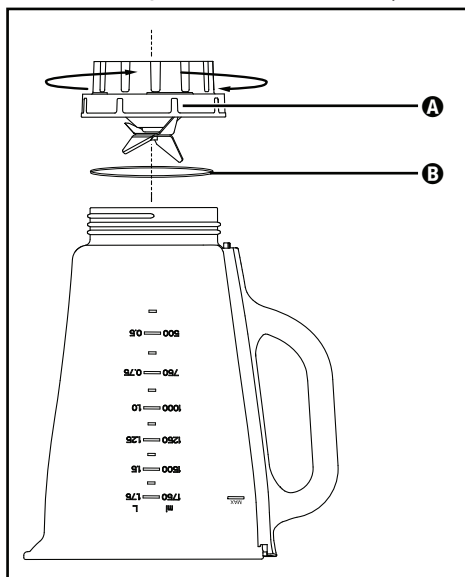

Fig. 3
- 2) Renversez l'appareil et tournez le bloc de lames A avec les lames ④ dans le sens anti-horaire afin qu'il se détache de la partie en verre du bol mixeur ③ (voir fig. 3).